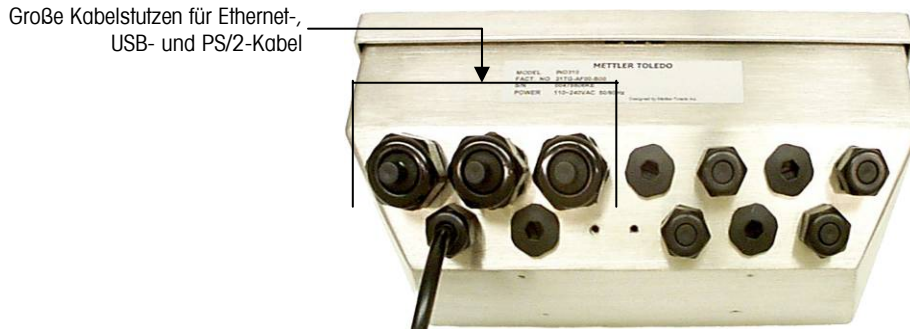

Abbildung A-3: IND310drive-Kabelstutzen
- Die Kabel durch einen Kabelschuh der entsprechenden Größe ziehen, bevor die Kabel angeschlossen werden. Die Ethernet-, USB- und PS/2-Kabel werden z. B. durch die großen Kabelstutzen geführt (siehe Abbildung A-3).